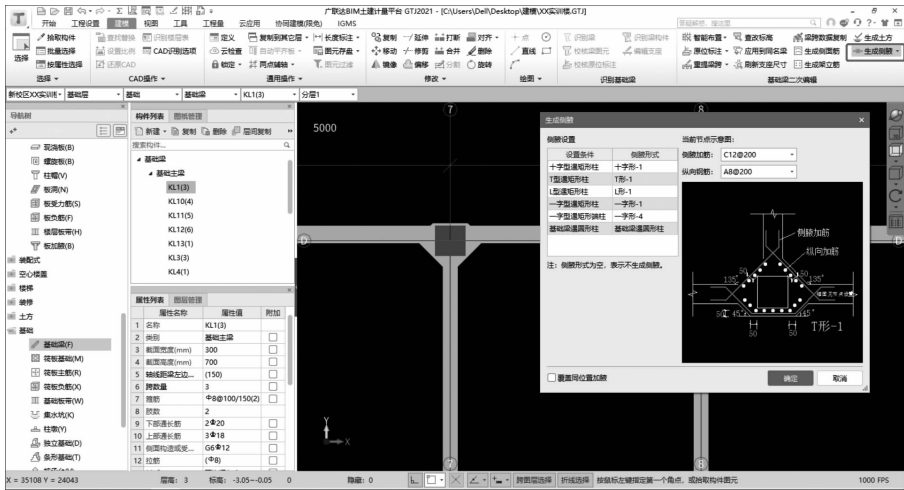
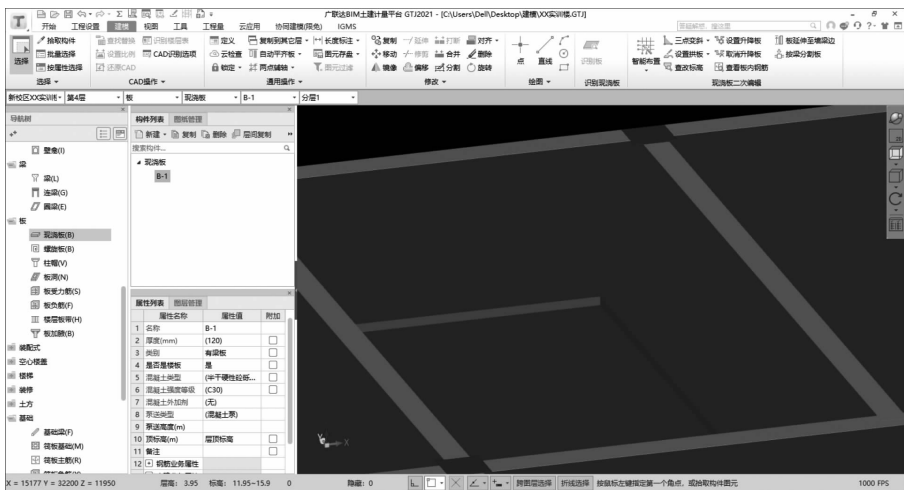

图 1-9 梁加腋
图 1-11 升降板
(5)业务范围扩展。梁加腋、砖胎膜、升降板等(见图 1-9~图 1-11)。